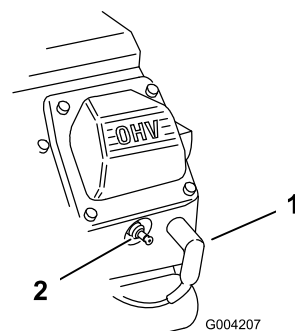

Figura 33
3. Staccate i cappellotti delle candele (Figura 33).
3. Collegate i cappellotti alle candele (Figura 33).